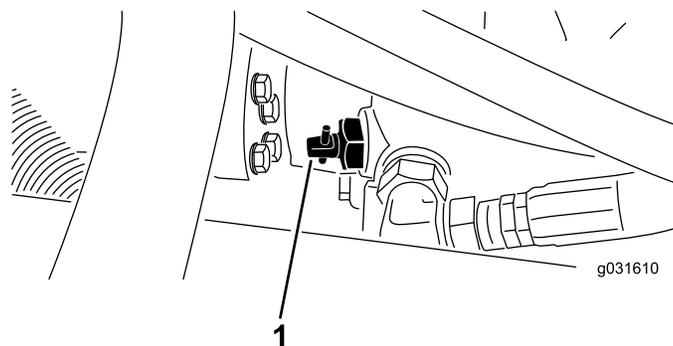

Figura 24
1. Localice la válvula de desvío en la bomba y gírela 90° (Figura 24).